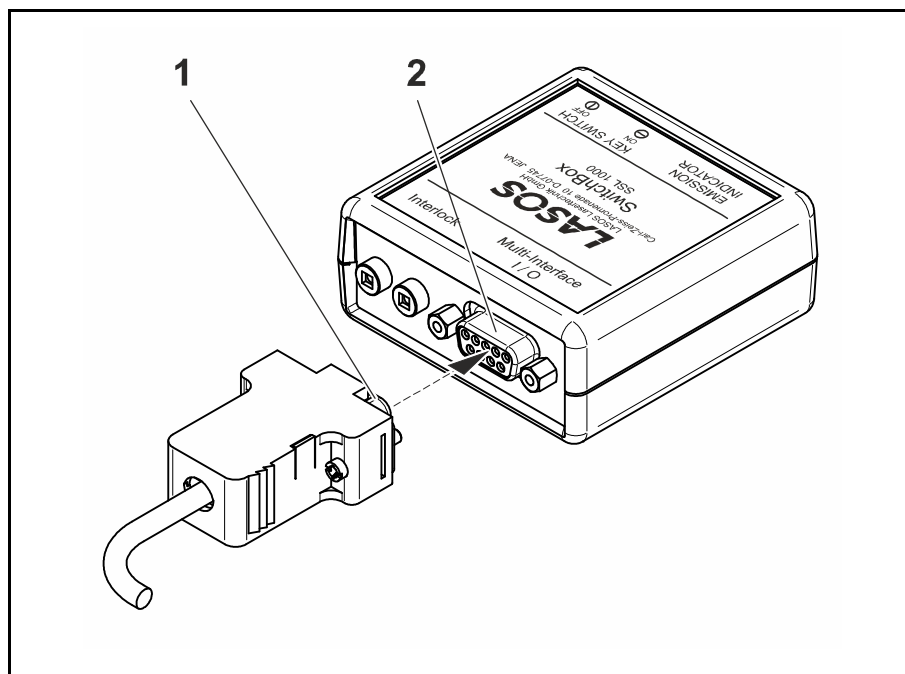

Abb. 13 Anschlusskabel CKL1000 an SwitchBox anschliessen
- Verbinden Sie das Anschlusskabel CKL1000 (D-Sub-Steckverbinder 9-polig, Abb. 13/1) mit der SwitchBox (Multi-Interface I/O / D-Sub-Buchse 9-polig, Abb. 13/2) (wenn vorhanden).